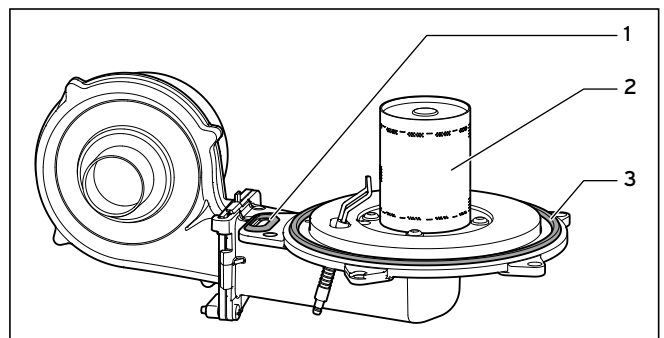

Abb. 8.3 Brennertürdichtungen ersetzen
- Erneuern Sie nach jedem Öffnen der Brennertür die Dichtung (1) und die selbstsichernden Muttern an der Brennertür (z. B. bei Wartungs- und Servicearbeiten).
- Erneuern Sie die Dichtungen (1) und (3) in der Brennertür (siehe Abb. 8.3).